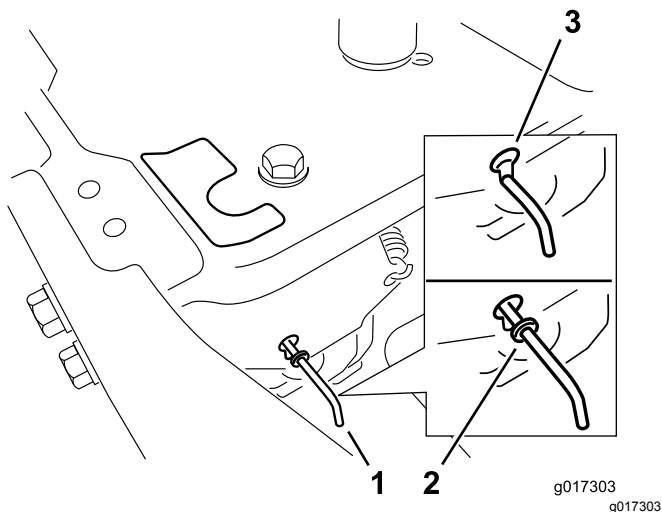

Figure 19
4. Déplacez les leviers de dérivation en avant dans l'encoche en trou de serrure, puis vers le bas pour les verrouiller en position (Figure 19).
Déplacez les leviers de dérivation en arrière dans l'encoche en trou de serrure, puis vers le bas pour les verrouiller en position, comme montré à la Figure 19.